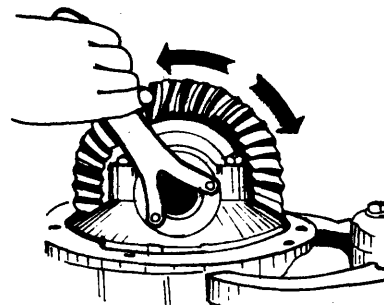

Fig. 6
- c Apriete alternadamente las tuercas de regulación para centrar las pistas de los rodamientos laterales (fig.6).